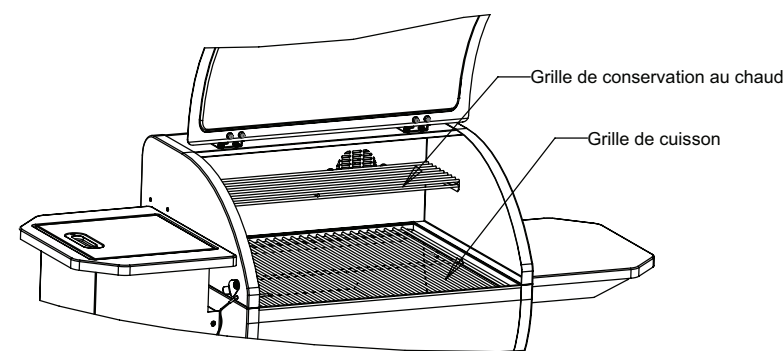

Fig. 8
1. Monter la grille de conservation au chaud et la grille de cuisson comme indiqué à la Fig. 8.